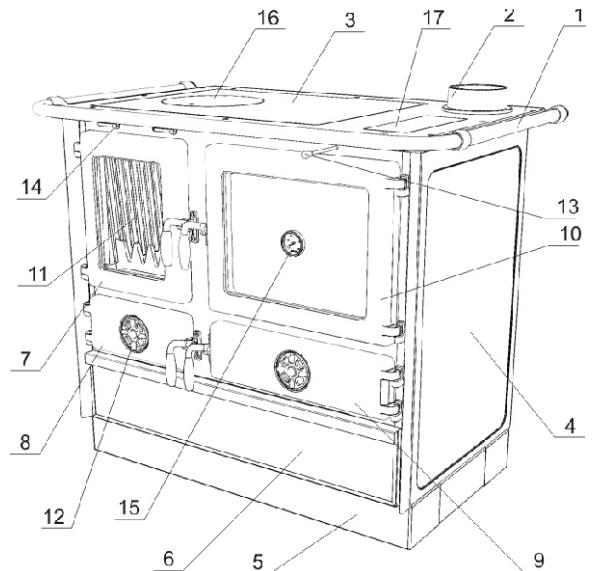

Рисунок 1
Плита произведена и прошла испытания в соответствии со стандартом ЕН 12815. Плиты предназначены для приготовления пищи, а также для отопления жилых помещений. Верхняя поверхность (Рисунок 1,позиция 3) - чугунная рама , чугунный варочный настил с круглой вставной частью – конфоркой. С трех сторон рамы плиты на опорах установлен поручень (Рисунок 1,позиция 1).
С плитой поставляется чугунный дымоотводный патрубок (Рисунок 1,позиция 2), который монтируется к варочной поверхности или к присоединению сзади плиты, двумя винтами. Герметичность между варочной поверхностью и рамой плиты обеспечивает безасбестовый шнур.
Топочная камера (Рисунок 1,позиция 11) - чугунная.
- дверцу зольного ящика оставьте открытой до появления стабильного огня, после закрытия интенсивность горения регулируйте с помощью регулятора подачи воздуха (рисунок 1, позиция 12)
- удалить конфорку(Рисунок 1,позиция 16) с варочной поверхности при помощи инструментов;
- удаляется варочная поверхность (Рисунок 1,позиция 3);
- снимается крышка для очистки (Рисунок 1,позиция 17);